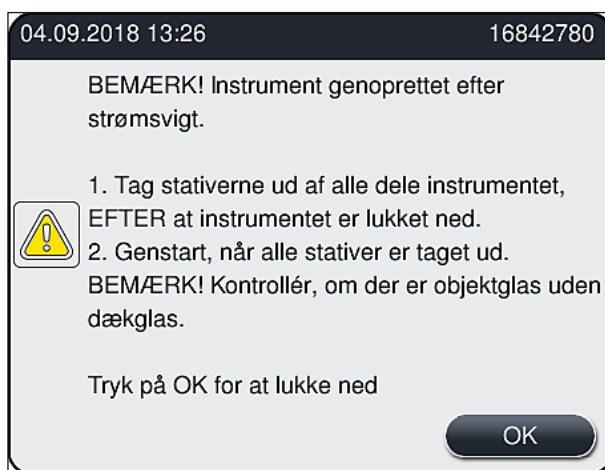

Fig. 107
- Når strømforsyningen er blevet gendannet, genstarter instrumentet automatisk. Brugeren får besked om strømafbrydelsen i en meddelelse (→ Fig. 107) på skærmen, og hændelsen registreres i hændelseslogfilen.
- ① Når strømforsyningen er blevet genetableret, genstarter instrumentet automatisk. Der lyder advarselssignaler, og der vises en advarsel på displayet (→ Fig. 107).
Følg derefter anvisningerne i meddelelsen (→ Fig. 107), og fjern objektglassene fra instrumentet.